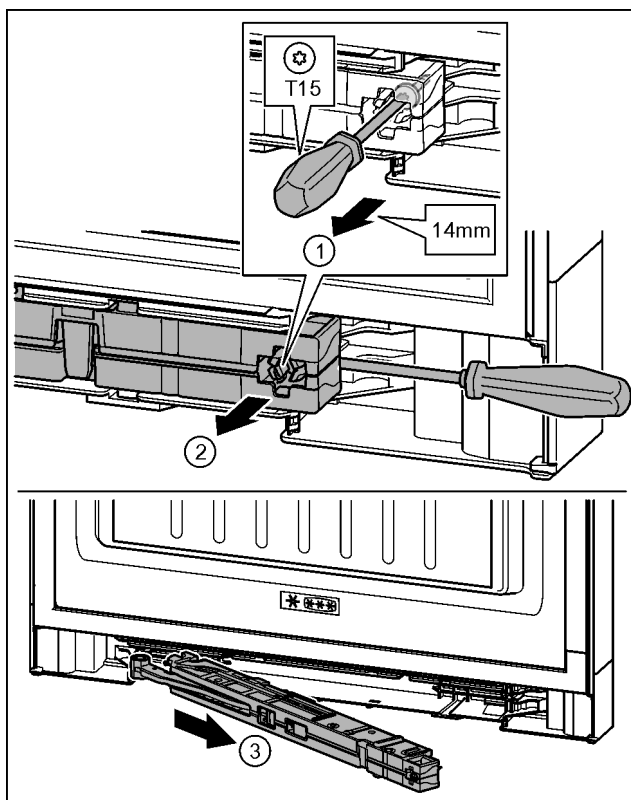

Fig. 21
- ▶ Šroub na jednotce tlumiče zavírání povolte šroubovákem T15 o cca 14 mm. Fig. 21 (1)
- ▶ Šroubovákem na straně madla zajed'te za jednotku tlumiče zavírání. Otočte jednotku dopředu. Fig. 21 (2)
- ▶ Vytáhněte jednotku. Fig. 21 (3)